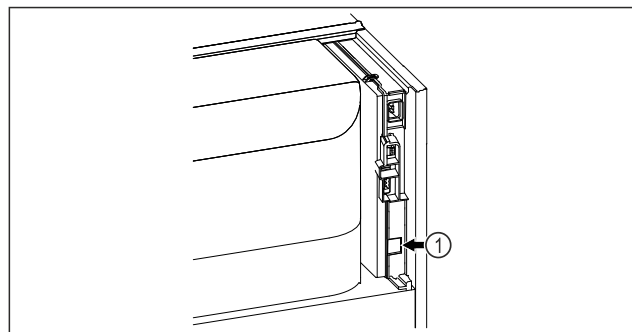

Fig. 129
- SmartModule Fig. 129 (1) ist eingesetzt.